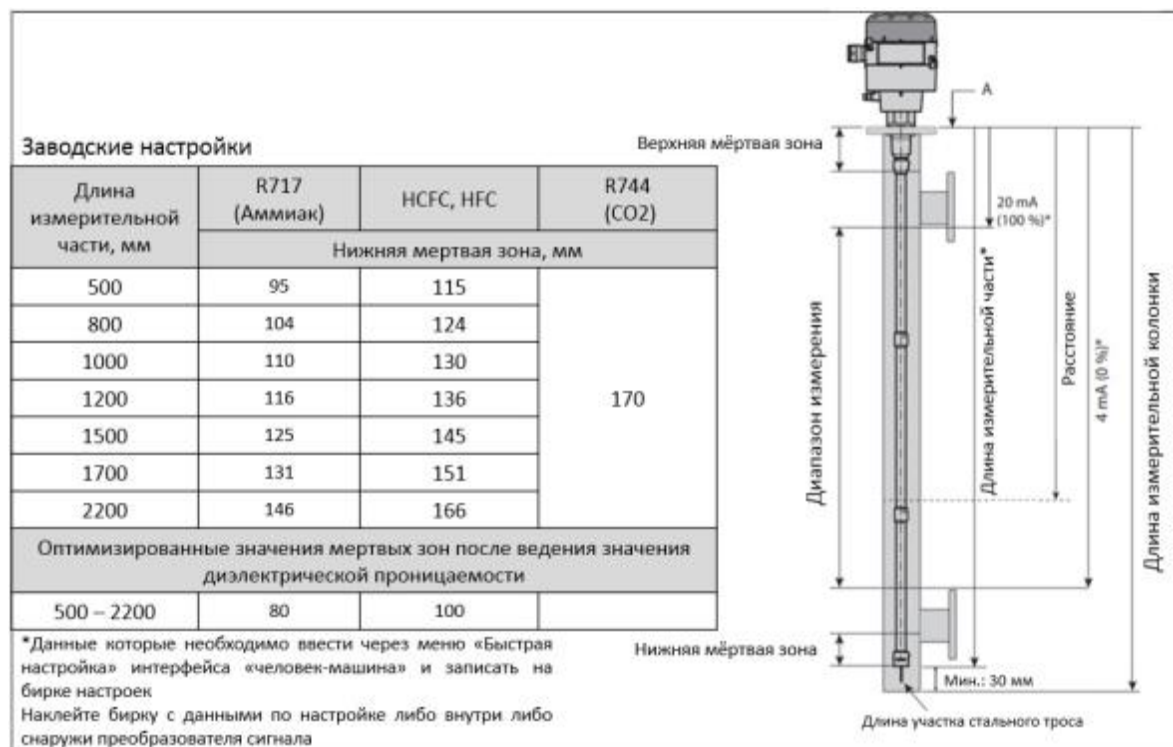

Рис. 7 Регулировка измерительной части
10. Перед установкой, собранной измерительного волновода уровнемера в вертикальную трубу необходимо измерить длину этой измерительной части (без приемо-передающего блока) (см. рис. 7). Используя динамометрический ключ, затяните соединительный штуцер (рис. 1, поз. 2) с моментом 120 Н · м.
Длину измерительной части уровнемера можно узнать из технической брошюры, зная кодовый номер изделия, или измерив ее (см. рис.7).
= величине верхней мёртвой зоны (см. рис. 7) = 120 мм